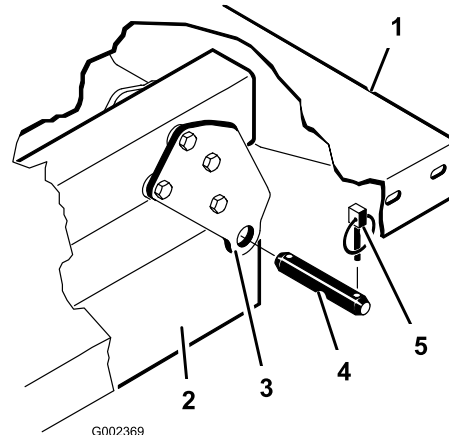

Figure 36
3. Retirez les axes qui fixent les côtés tiges de vérins aux plaques de montage du plateau en les poussant vers l'intérieur (Figure 36).
4. Enlevez les goupilles à anneau et les axes de chape qui fixent les supports de pivot aux profilés du châssis (Figure 36).
**Remarque:** Vérifiez que les plaques de pivot arrière sont boulonnées au châssis/profilé du véhicule de sorte que l'extrémité inférieure soit inclinée vers l'arrière (Figure 36).
2. Placez le plateau sur le châssis du véhicule avec précaution et en alignant les trous des plaques de pivot arrière sur ceux du profilé arrière du châssis. Montez 2 axes de fixation et goupilles à anneau (Figure 36).
3. Abaissez le plateau, fixez chaque extrémité de la tige du vérin aux fentes appropriées dans les plaques de montage du plateau au moyen d'un axe et d'une goupille à anneau. Insérez l'axe de fixation par l'extérieur du plateau, la goupille à anneau étant à l'extérieur (Figure 36). Les fentes arrière sont réservées à l'installation du plateau complet et les fentes avant à l'installation du plateau 2/3.